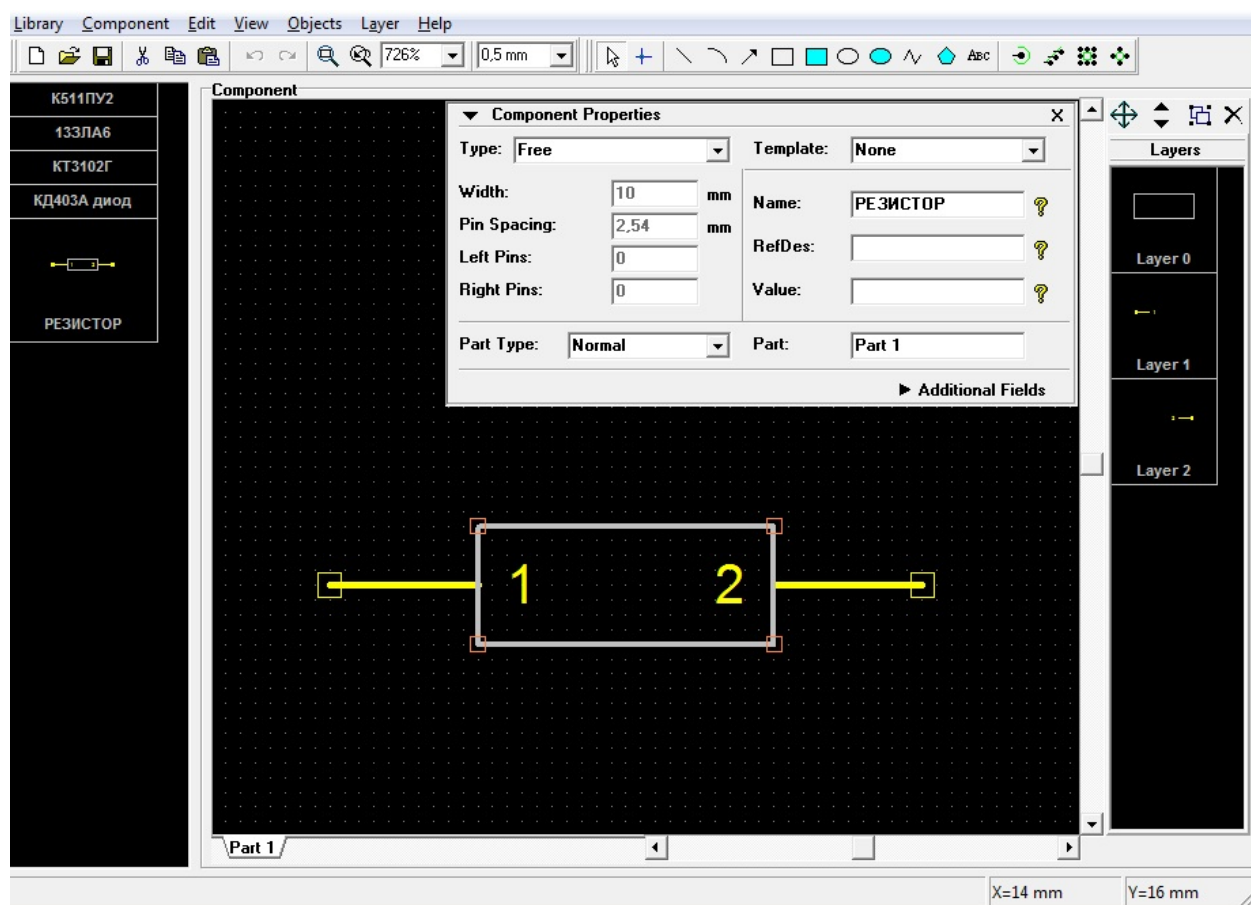

Рис. 1.1.10.
- Записать созданный УГО логического элемента в библиотеку. Для этого в окне Component Properties в поле Name ввести резистор (рис. 1.1.10.).